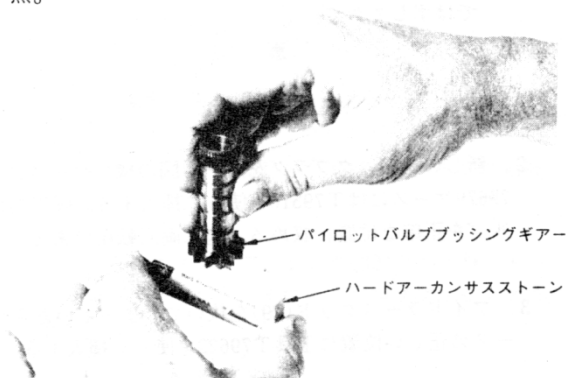

図3-9. パイロットバルブブッシングギア研磨図
5. パイロットバルブブッシング(30)のギアの両面を磨く。バルブのランド表面を損傷しないこと。図3-9参照。